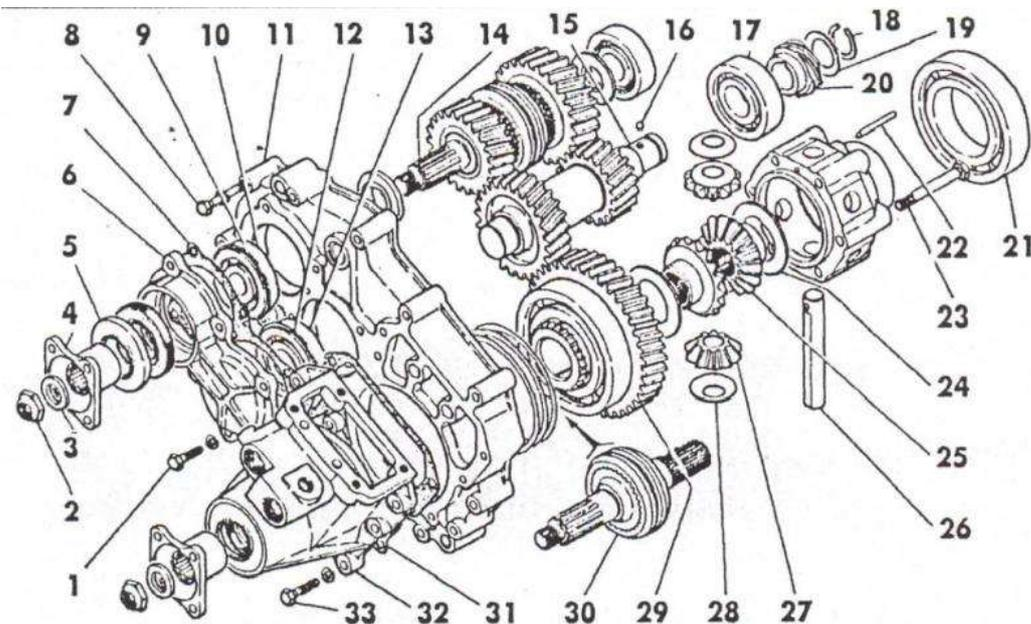

Рис.6.7 Детали переднего картера раздаточной коробки:
- раскертить и отвернуть гайки 2 (рис. 6.7) фланцев, снять шайбы 3 и фланцы 4;